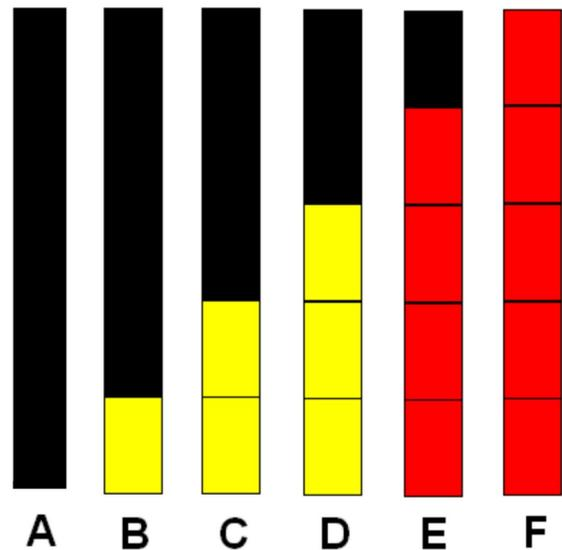

Abbildung 20
Bei aktiver "Warnzone 1" leuchtet ein gelbes Segment auf der linken Seite des Anzeigegeräts. Der Warnton ist nicht aktiv. Siehe Anzeige (B) in Abbildung 20 .
Bei aktiver "Warnzone 2" leuchten zwei gelbe Segmente auf der linken Seite des Anzeigegeräts. Der Warnton ist nicht aktiv. Siehe Anzeige (C) in Abbildung 20 .
Bei aktiver "Warnzone 3" leuchten drei gelbe Segmente auf der linken Seite des Anzeigegeräts. Der Warnton ist aktiv. Siehe Anzeige (D) in Abbildung 20 .
Bei aktiver "kritischer Zone" leuchten vier rote Segmente auf der linken Seite des Anzeigegeräts. Der Warnton ist aktiv. Die Frequenz des Warntons steigt mit sinkendem Abstand zum Objekt. Siehe Anzeige (E) in Abbildung 20 .
Bei aktiver "Stoppzone" leuchten fünf rote Segmente auf der linken Seite des Anzeigegeräts. Der Warnton ist aktiv. Der Warnton ertönt durchgehend. Siehe Anzeige (F) in Abbildung 20 .